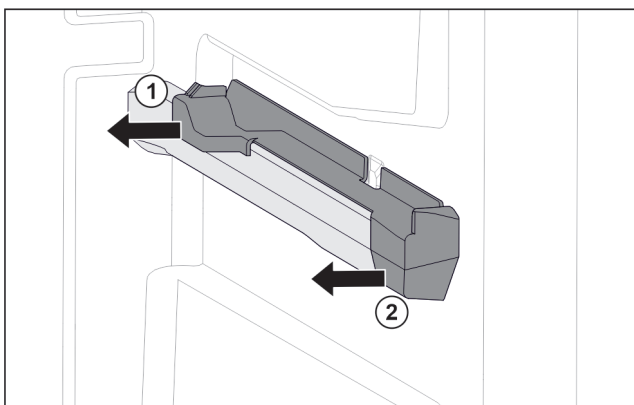

Fig. 77 Násuvný diel na pravom rebre nádoby
- ▶ Stiahnite násuvný diel vzadu do strany. Fig. 77 (1)
- ▶ Stiahnite násuvný diel vpredu do strany. Fig. 77 (2)